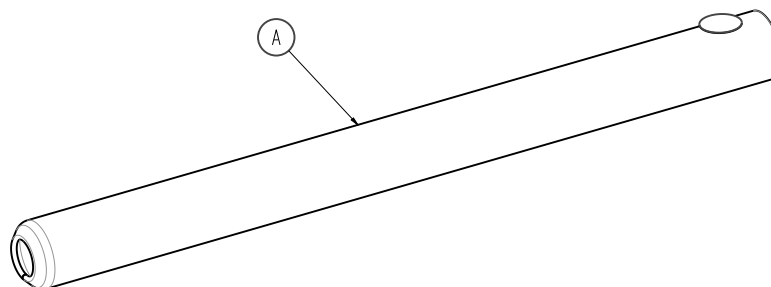

Figure 13 – Manchon de tuyau
5. Faire glisser le manchon de tuyau (A) sur le connecteur de RCP et le retirer (Figure 13). Jeter le manchon de tuyau.